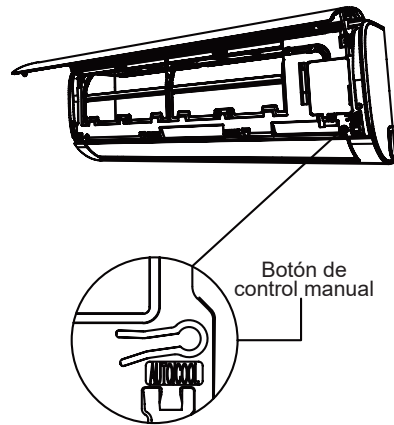

Fig. 8.1
2. El botón de CONTROL MANUAL se encuentra sobre el lado derecho de la unidad. Oprímalo 2 veces para seleccionar la función COOL. Ver Fig 8.1